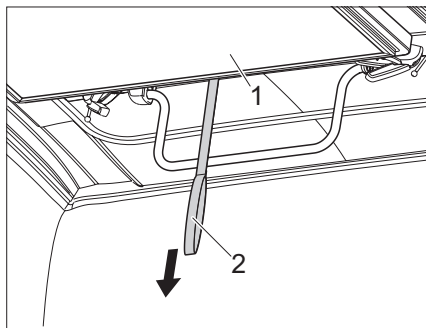

Fig. 36 Tirer le plan de couchage vers le bas
- ▶ Tirer le plan de couchage (Fig. 36,1) vers le bas par la sangle (Fig. 36,2).
- ▶ Tirer sur le plan de couchage (Fig. 36,1) avant de fermer le toit relevable. Ne pas abaisser le plan de couchage et le toit relevable en même temps.